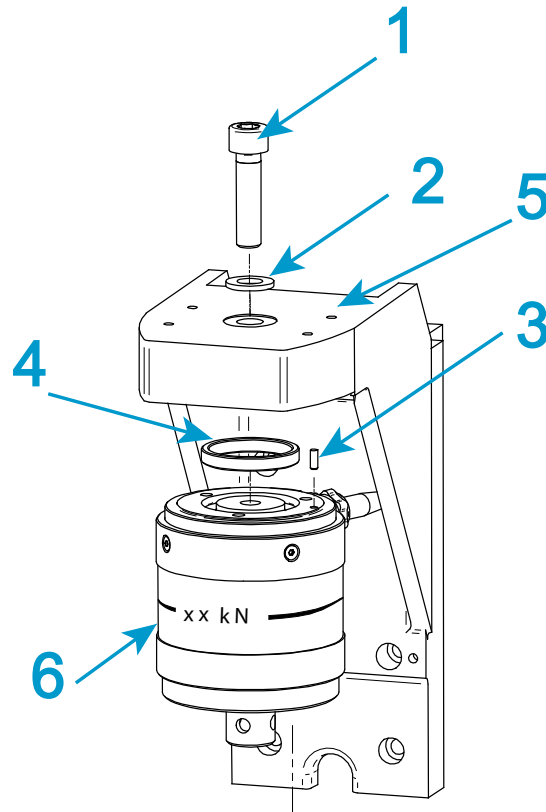

Abbildung 16. Einen Kraftaufnehmer der Serie 2580 installieren - Nennkräfte 500 N bis 5 kN
Legende für Abbildung 16
1. Siehe Abbildung 16 auf Seite 91 und die entsprechende Legende.